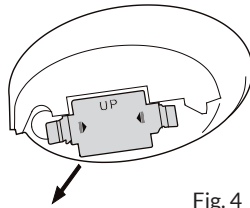

Fig. 4
1. Appuyez sur la "touche" du couvercle du compartiment des piles dans le sens de la flèche et retirez le couvercle du compartiment des piles (voir figure 4).